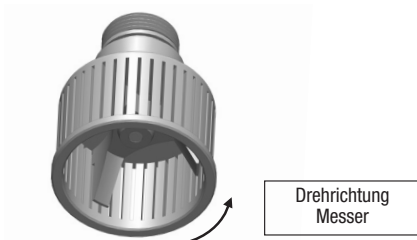

Abb. 1 / Kontrolle der Drehrichtung anhand des Turboblendenaufsatzes.
- Das Messer muss sich in die entgegengesetzte Richtung zu dem auf dem Zubehör angegebenen Pfeil drehen (Abb. 1).
Überprüfen Sie, ob sich keine Flüssigkeit im Anschlußstück (Abb. 1) des Zubehörs befindet.